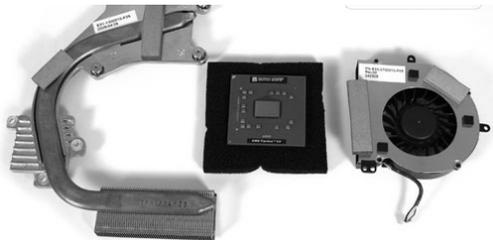

图 2-32 热管散热器、处理器和 CPU 风扇
1) 安装热管散热器、处理器和 CPU 风扇，如图 2-32 所示。